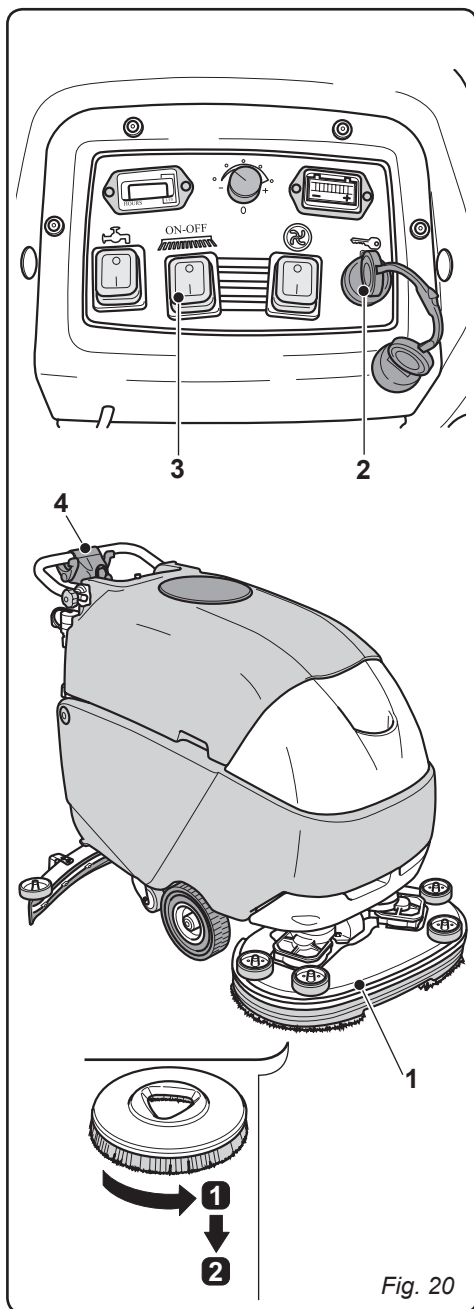

Fig. 20
10.1.e - Sostituzione spazzola (Fig. 20)